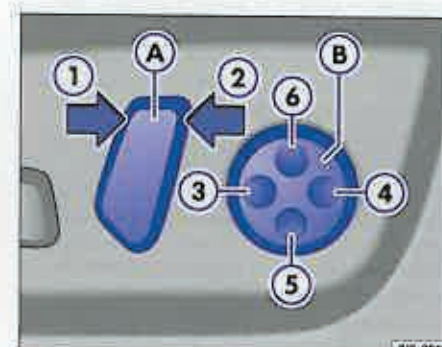

Fig. 64 De la comutatorul A se reglează spătarul și de la comutatorul B, suportul lombar
- Deplasați comutatorul ⇒ fig. 64 A în sensul indicat de săgeata ①, pentru a regla spătarul înspre spate.
- Deplasați comutatorul în sensul indicat de săgeata ②, pentru a regla spătarul în poziție verticală.